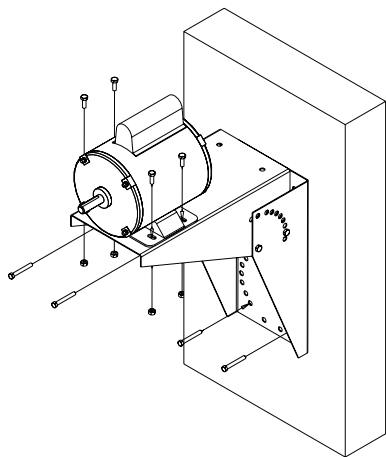

Figure 5 — Pose du support (Tête de ventilateur non représentée)
5. Poser le support sur le mur comme sur la Figure 5, à la page 4. Utiliser la visserie appropriée (non fournie).